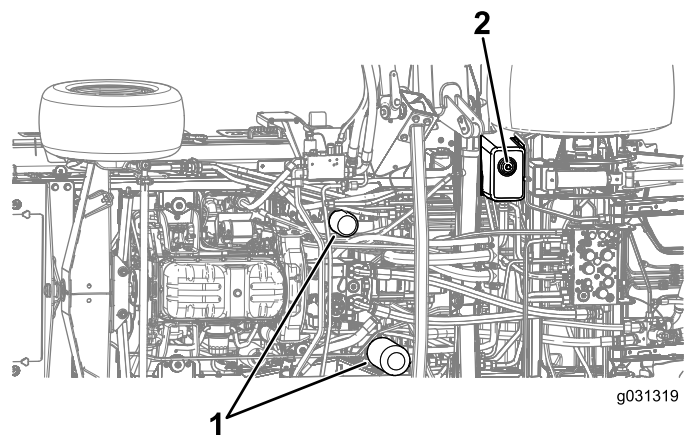

Bild 122
4. Nehmen Sie die Ablassschraube unten am Behälter ab und lassen Sie das Hydrauliköl in die Auffangwanne ablaufen (Bild 122).
7. Stellen Sie eine Auffangwanne unter den Filter und entfernen den Filter (Bild 122).